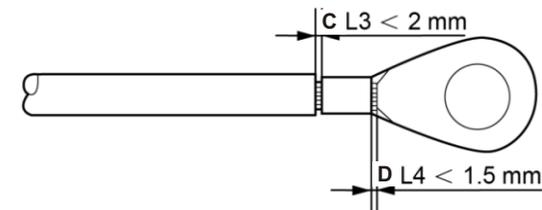

Figura 3.16 Pelar el cable
- 4) Introduzca el cable pelado en la zona de crimpado del terminal OT y utilice la pinza hidráulica para engarzar el terminal al cable (véase la figura 3.16).